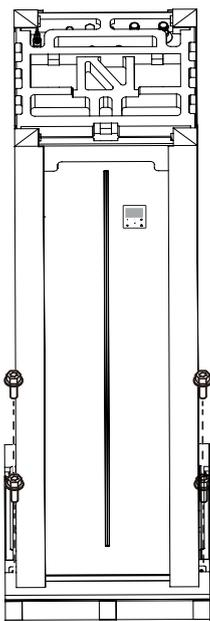

Fig.2-3
- Retirez les 4 vis du socle en bois (voir Fig. 2-3).